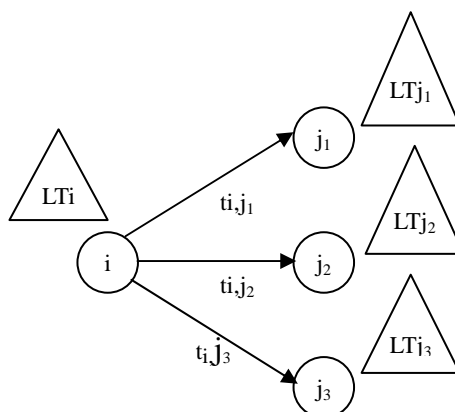

图 9-9 结点 i 后面有多条箭线图
2. 当结点 i 后面有几条箭线（如图 9-9）时，其最迟结束时间为：